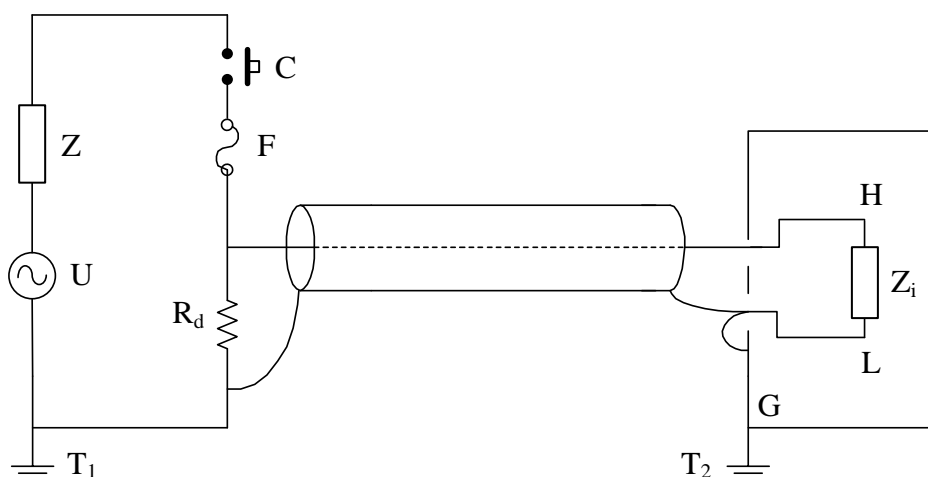

Figura P4.13
El esquema de la figura P4.13 ha sido propuesto para medir la corriente que provoca la fusión de un fusible (F). Se indica sólo la parte de medición y los elementos de maniobra imprescindibles para comprender el funcionamiento del mismo.
Los símbolos de la figura P4.13 representan: